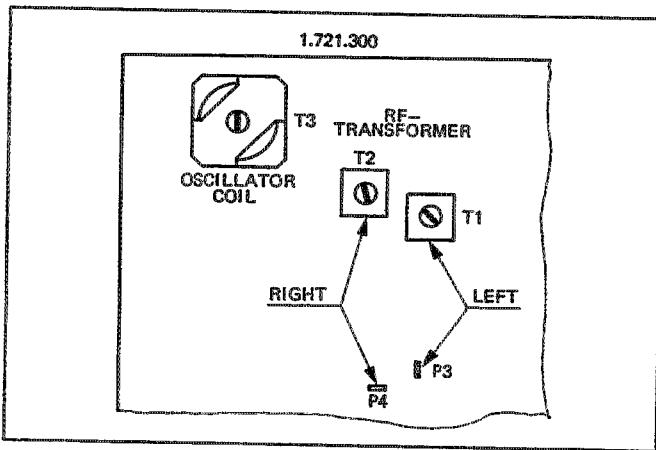

Fig. 5.4
- Frequenz an Messpunkt P3 oder P4 messen und mit der Oszillatorspeule T3 auf 105 kHz abgleichen (T3, Fig. 5.4) Spule T2 (T1) auf minimale Spannung am Messpunkt P4 (P3) einstellen